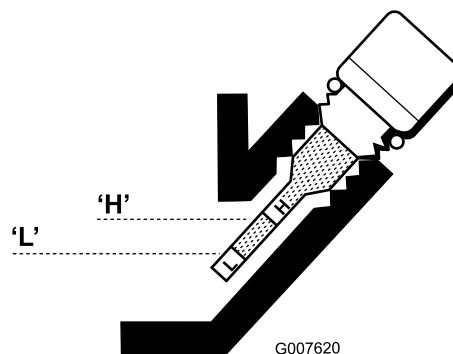

Figura 23
3. Limpe o medidor e insira-o no orifício de enchimento. Não o aperte no orifício. Volte a retirá-lo e meça o nível do óleo. Se o nível estiver baixo, adicione apenas o óleo suficiente para aumentar o nível até se encontrar entre as marcas H e L no medidor (Figura 23). Volte a verificar o nível do óleo. Não encha demasiado.